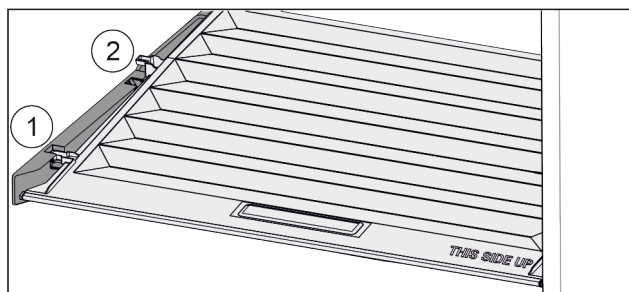

Fig. 124
- ▶ Trekk dekkelet til åpningen i holdedelene fremover Fig. 124 (1).
- ▶ Løft ut nede bak og ta opp og ut Fig. 124 (2).